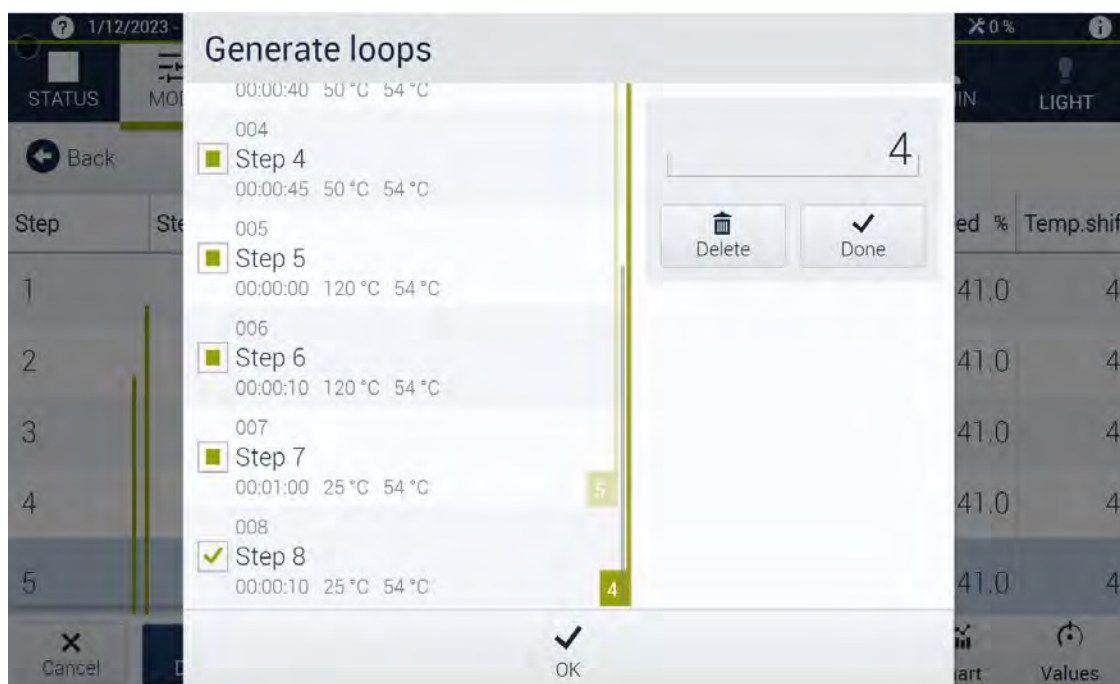

Fig. 6-3 Entrelazar varios bucles
- ▶ Para crear otro bucle, vuelva a pulsar el primer y el último paso del bucle deseado. Para ello se pueden integrar los bucles ya creados, si el bucle nuevo termina por lo menos un paso después que el bucle existente → Fig. 6-3 »Entrelazar varios bucles« (página 75).